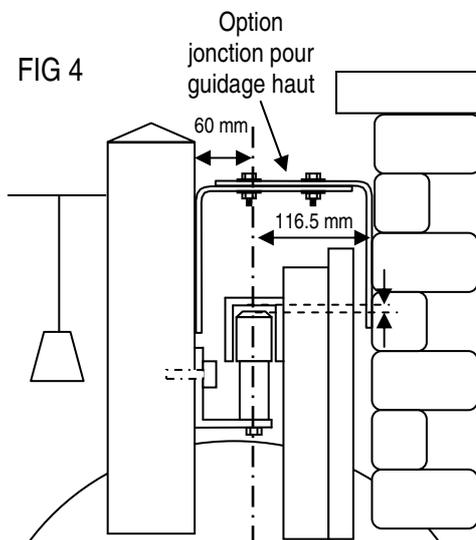

FIG 4
4. Sceller le poteau d'aplomb (le remplir de béton), tout en laissant entre le galet et le U de guidage au moins 6 mm pour le jeu de fonctionnement (voir FIG 4). Lorsque le scellement est bien sec affiner le réglage des galets.